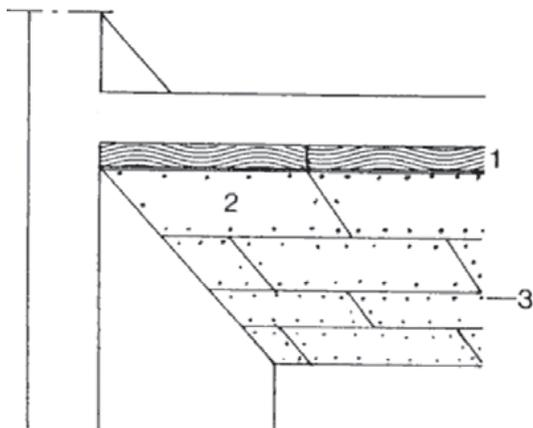

Figura 17.
6. ISOLAMENTO DE PAVIMENTOS SITUADOS POR CIMA DE LOCAIS NÃO AQUECIDOS OU CLIMATIZADOS (FIGURA 17)